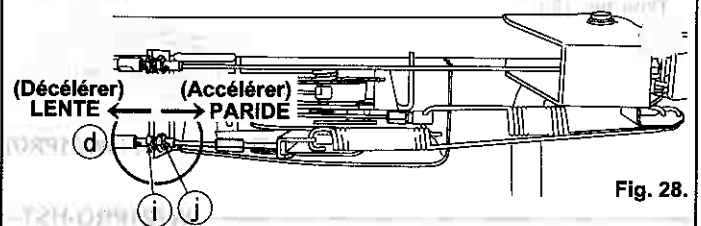

Fig. 28.
- 1 Lorsqu'un réglage est nécessaire, desserrez l'écrou de verrouillage (j) du câble de contrôle de vitesse HST (d), puis tournez le réglleur (i) comme indiqué sur la. (Voir Fig. 28.)
- 3 Démarrez le moteur et vérifiez que la vitesse de rotation change lorsque vous activez le Levier de changement de vitesse (D).